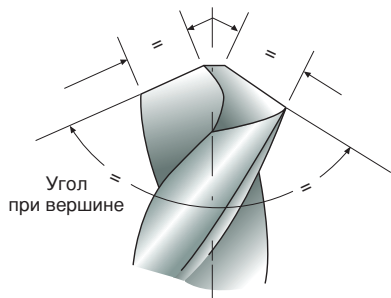

Рис. 8
(2) Переточка
- 1 Заточить сверло, сформировав необходимый угол при вершине согласно условиям применения сверла (см. Рисунок 8)
- 2 Убедиться, что обе режущие кромки заточены под одинаковым углом. Если угол при вершине составляет 130° , то каждая режущая кромка должна быть расположена под углом 65° к оси. Вершина сверла должна располагаться по центру, т. е. режущие кромки, идущие от вершины, должны иметь равную длину (см. Рисунок 8)